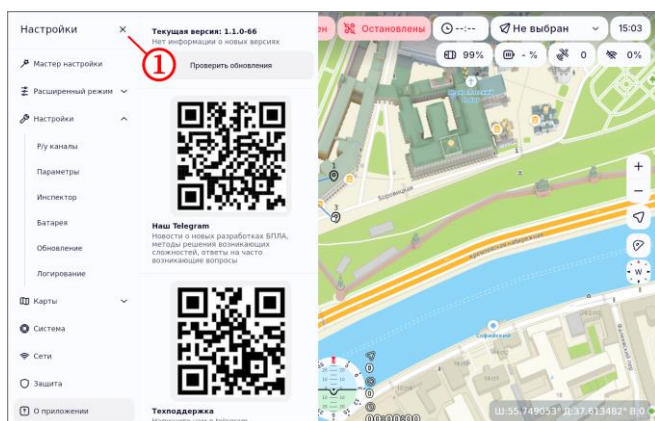

Рисунок 64
- закрыть раздел настроек по нажатию кнопки **X** (рисунок 64, шаг 1);